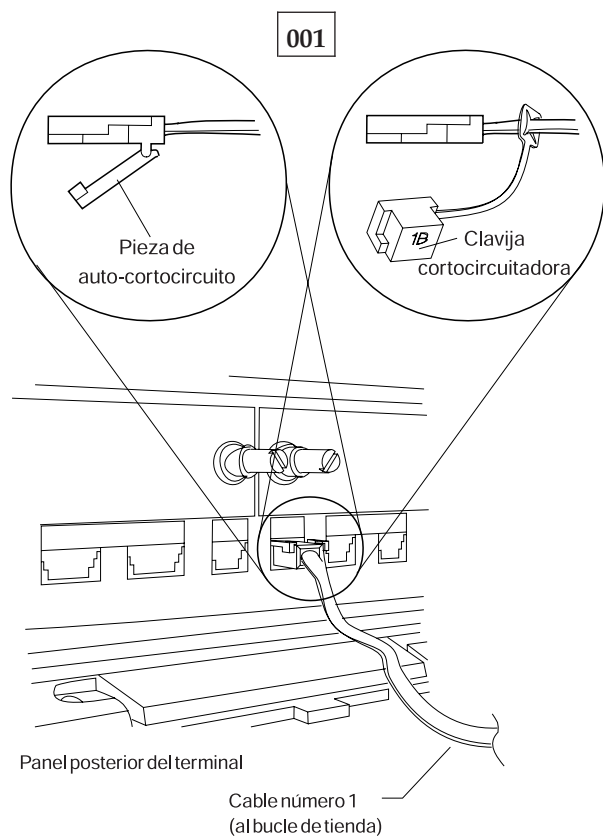

Figura 28. Clavija cortocircuitadora 1B y cable 1 de bucle de tienda de terminal Mod1
- Conecte la clavija cortocircuitadora 1B al extremo de terminal del cable. Consulte la Figura 28 en la página 490.